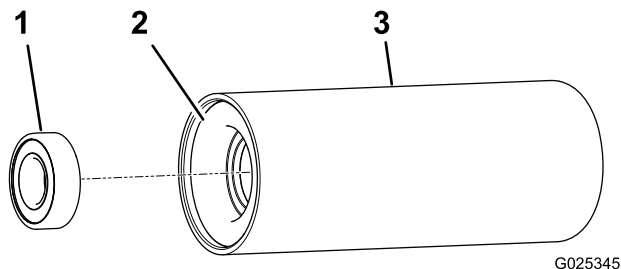

Figura 7
4. Installate un cuscinetto nella relativa sede esistente nel tubo del rullo (Figura 7).